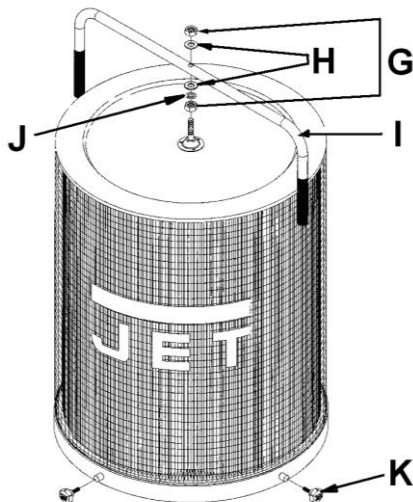

Fig 11
Fixer la poignée (I, Fig 11) avec 2 écrous (G), des rondelles (H) et une rondelle élastique bombée (J).
Pour nettoyer la cartouche (DC-1100CK), opérer quelques tours avec la poignée (I, Fig 11) afin que les poussières accumulées tombent dans le sac.